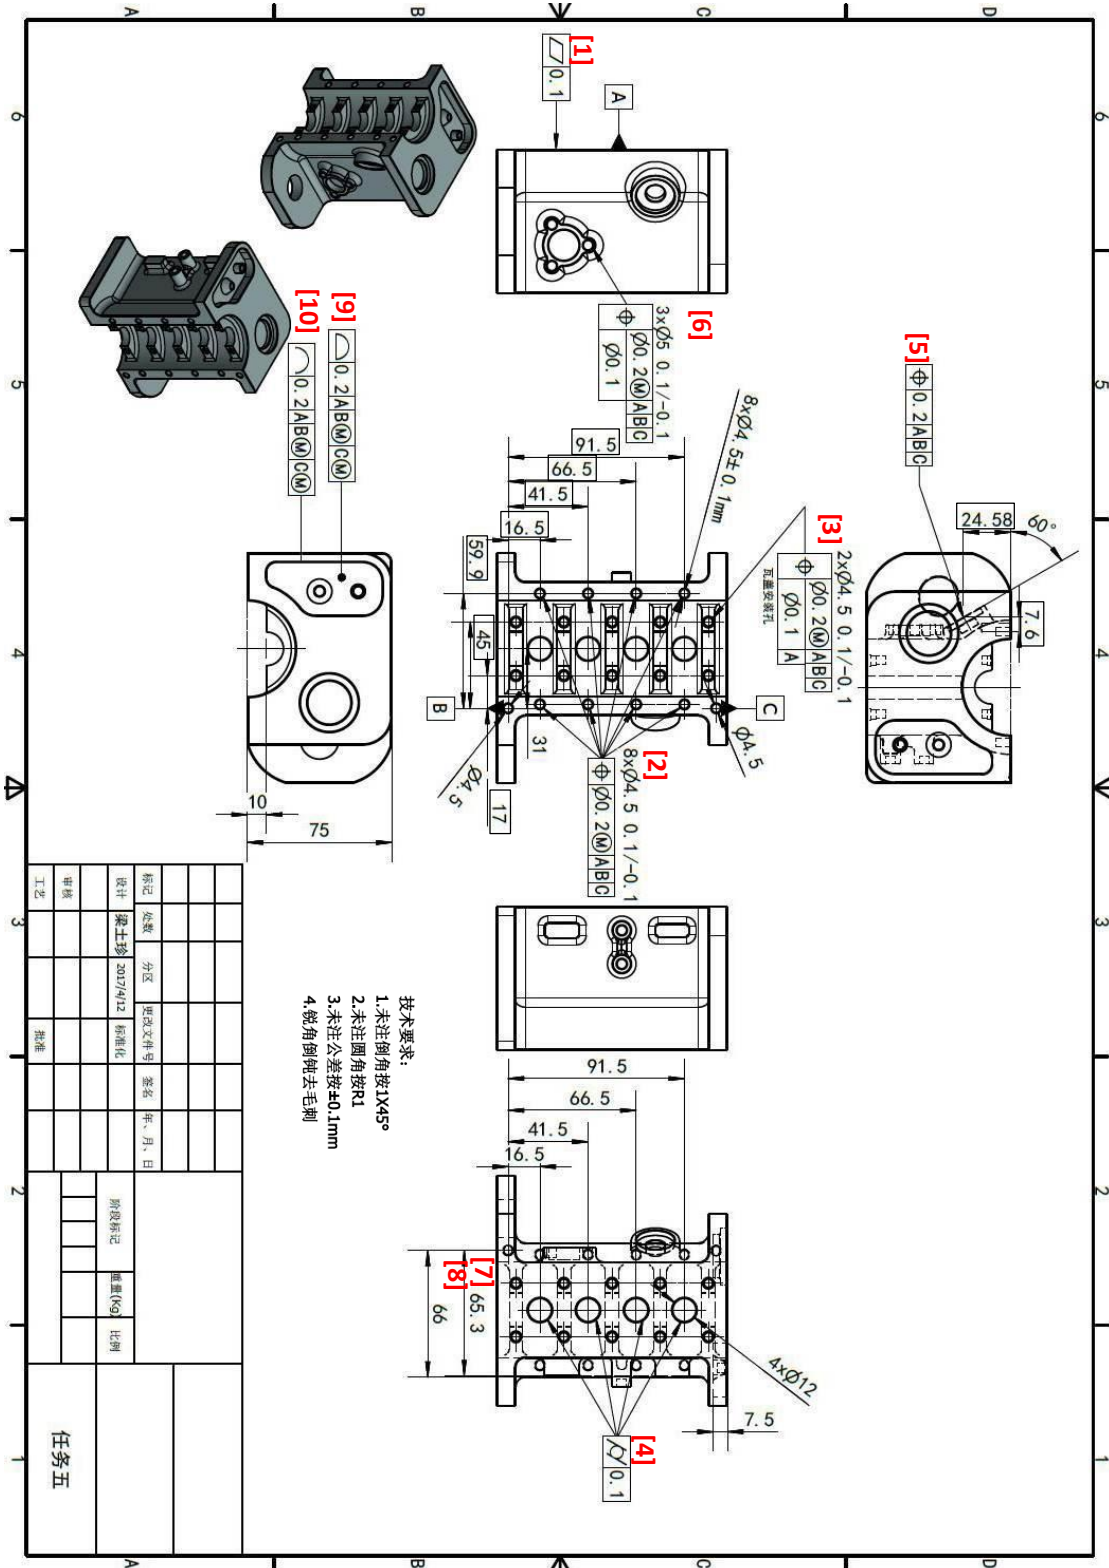

图 5-1
- 某测量室接到生产部门的工件的检测任务（工件图纸见图 5-1，检测尺寸见表 5-1），检测工价是否符合：